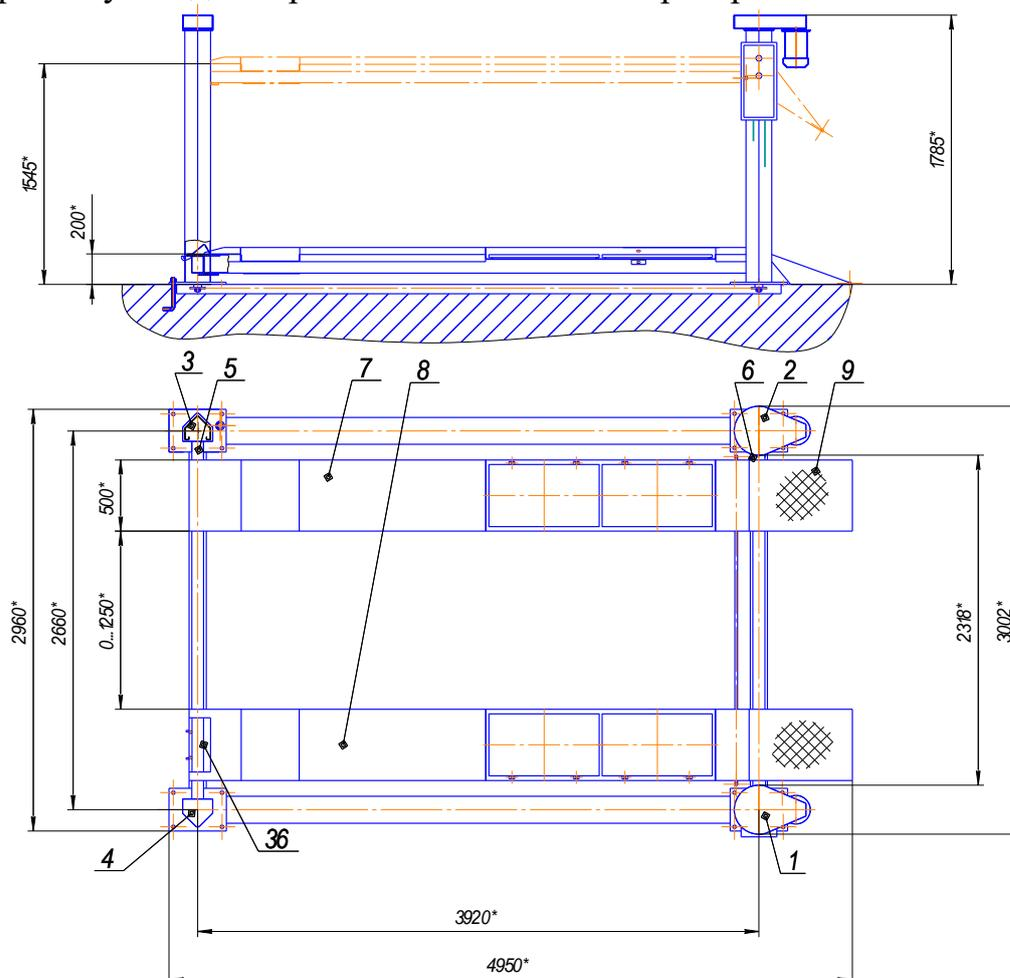

Рис.2 Общий вид
5.1. Устройство подъемника показано на рис. 2, 3, 4, 5.
5.2. Стойки. (Рис. 2, 3).
5.3.Траверсы. (Рис.2,3,8а).
5.4. Трапы грузовые. (Рис.2,4)
5.5. Трапы въездные. (Рис.2,4)